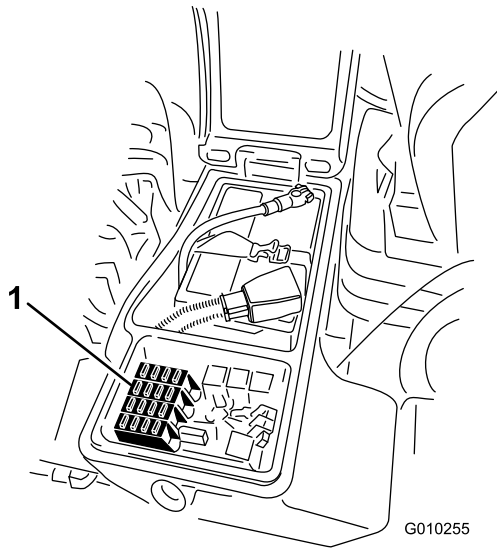

Figura 78
1. Afloje el enganche de la cubierta de la caja de almacenamiento derecha y eleve la cubierta (Figura 77) para exponer el bloque de fusibles (Figura 78).
2. Sustituya el fusible o los fusibles abiertos tal y como sea necesario (Figura 78).